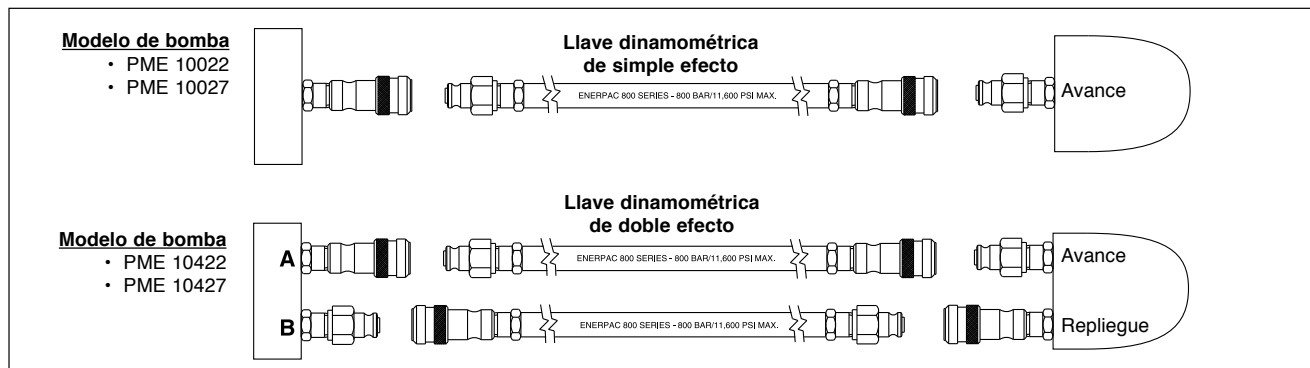

Figura 4, Diagrama de acople
2. Conecte el otro extremo de la bomba a un acople en la llave, tal cual se indica en la figura 4.
2. Acople las mangueras a la llave dinamométrica tal cual se indica en la figura 4 de la página 28. Al usar la combinación de la bomba y la llave dinamométrica Enerpac, las mangueras y acoples de la serie 800 están diseñados para que los orificios de la bomba, tanto de avance como de repliegue, se empalmen a sus respectivos orificios en la llave.